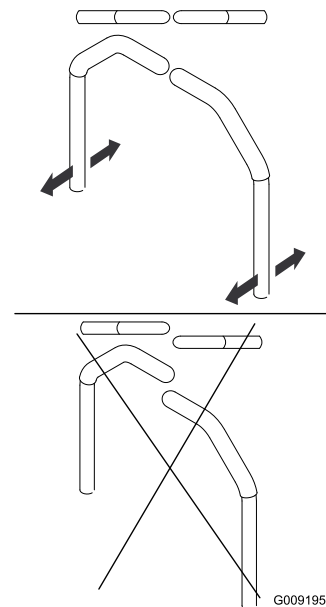

Figura 63
4. Allineate le leve latitudinalmente portandole assieme in posizione FOLLE, fatele scorrere finché non sono allineate e serrate i bulloni (Figura 63).